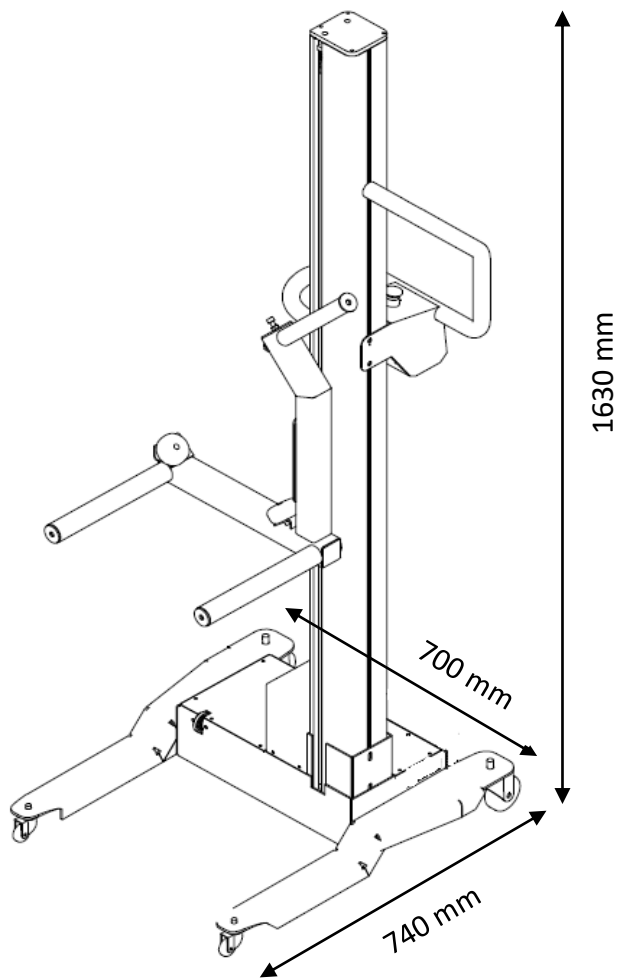

Fig. 4 - Maskinens vejledende mål
2. Imens hjulløfteren ligger ned, fastgøres de to ben inkl. hjul med de medfølgende fire bolte. Se evt. fig. 4 for korrekt montage.
3. Rejs maskinen op og fastgør løftebeslag til hjul på løftebaren med de medfølgende to bolte. Se evt. fig. 4 for korrekt montage.